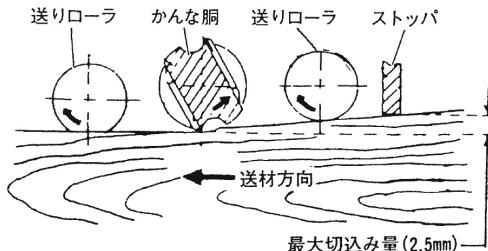

図 12
- 注** ●最大切込み量 2.5mm 以上削ろうとしても木材はストッパ（図12）に当り入りません。この場合は切込み量を 2.5mm 以下にし、2回以上に分けて切削してください。